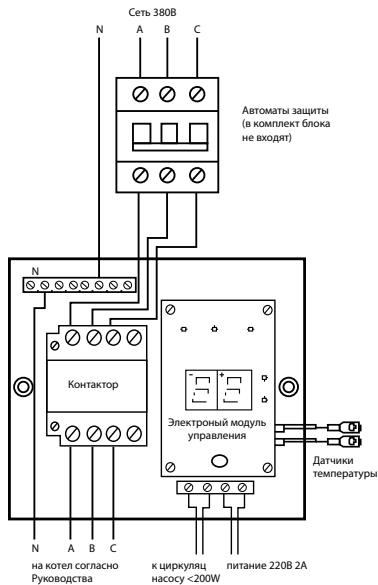

Рис.2. Схема подключения блоков
5.4. Подключение сети питания модуля управления и силовых элементов блока осуществляется по схемам, приведенным на рис. 2—7. Выбор диаметра сечения силовых кабелей и мощностей коммутационных устройств производят в зависимости от мощности котла. Установка автоматов защиты перед входом в блок Навигатор обязательна.